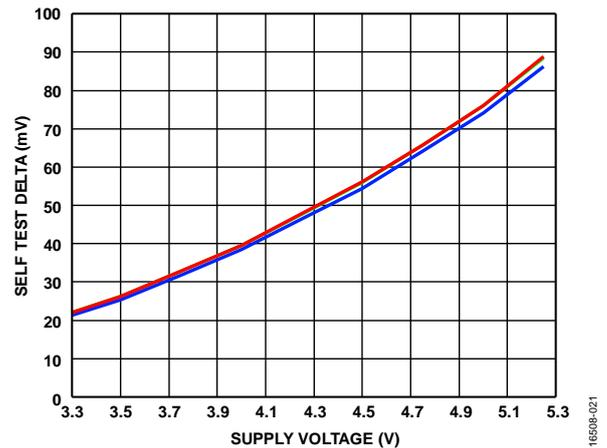

図 21. 典型的なセルフ・テストのデルタと電源の関係
4. 2 つの測定値を差し引き、必要に応じて図 21 の電源電圧による応答曲線を考慮したうえで、この結果を表 1 の期待値と比較します。